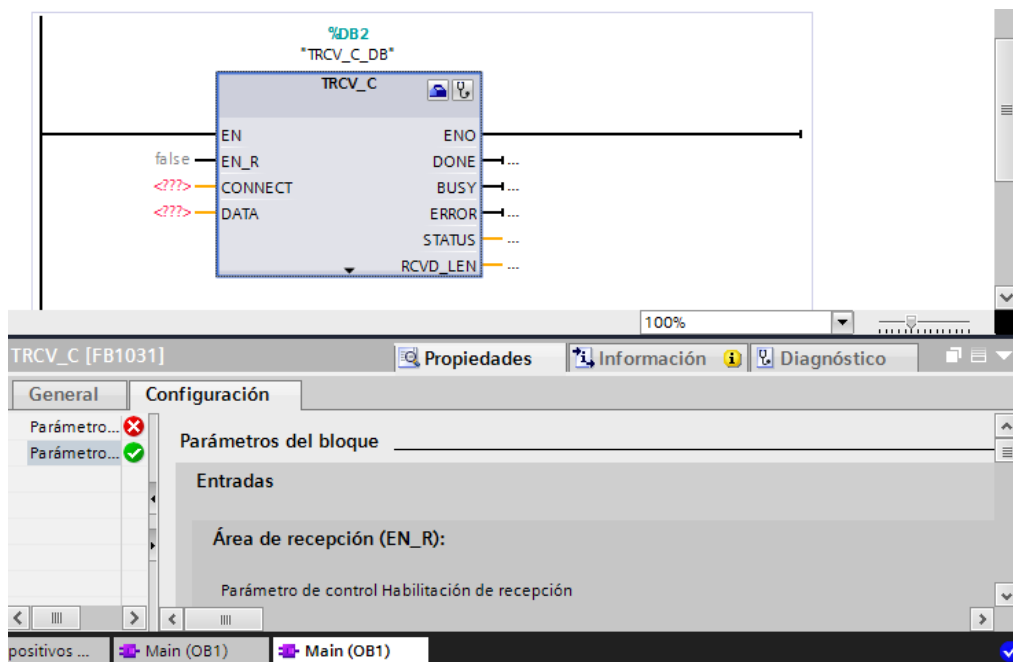

Figura 7. Propiedades de instrucción TSEND\_C.
17. Acceda a las propiedades del bloque ya sea en la parte de abajo de la ventana o dando clic derecho sobre el bloque y seleccionando la opción “Propiedades” (Ver Figura 7).